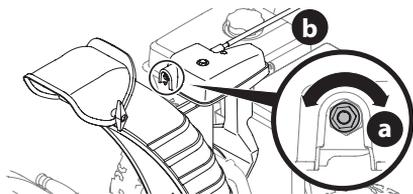

Figure 51
1. Pour augmenter la tension, serrez l'écrou hexagonal (a) en le tournant vers la droite à des intervalles d'un quart de tour. Tenez la tige de la commande de goulotte sans la bouger pendant que vous serrez l'écrou. Voir Figure 51.